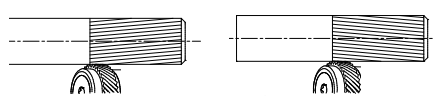
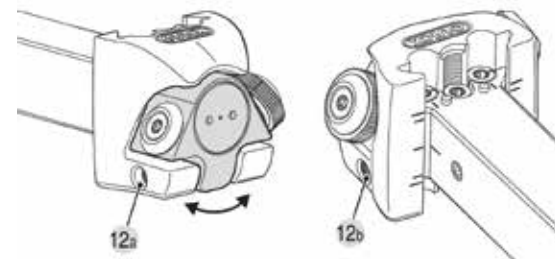

Fig. 7: Errore profilo
Fig. 8: Correzione della testa portautensile
Nel caso in cui, nel corso della realizzazione di un profilo RAA, si formi una spirale (fig. 7), questa può essere corretta regolando la testa di godronatura mediante le viti di regolazione (fig. 8, pos. 12a e 12b). A tale scopo, aprire la vite 12a e regolare l'inclinazione tramite la vite 12b o viceversa. Infine stringere nuovamente le due viti.